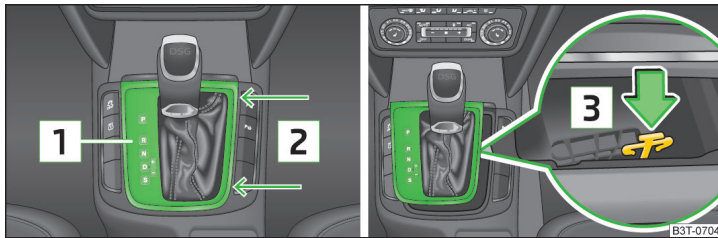

Fig. 195 Déverrouillage de secours du levier sélecteur
- Attrapez le soufflet du levier sélecteur [1] au niveau des flèches [2] » fig. 195 et tirez-le avec précaution vers le haut.